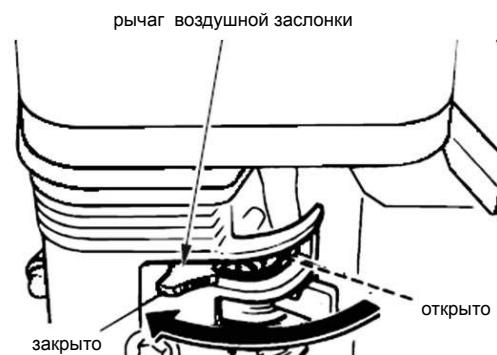

Рис.22
- При запуске холодного двигателя установите рычаг воздушной заслонки в положение Close (закрыто). При запуске теплого двигателя воздушную заслонку не закрывать (Рис.22).